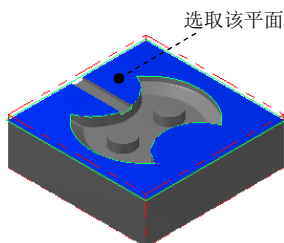

图 22.31 选取干涉面
(2) 单击 **检测** 区域中的 按钮, 选取图 22.31 所示的面为干涉面, 然后按 Enter 键。
(3) 单击“刀具路径的曲面选取”对话框中的 按钮, 系统弹出“曲面精加工浅平